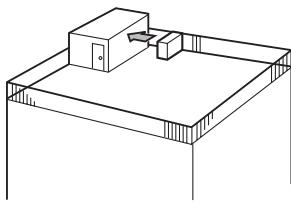

Fig. 2-4
- ① Спрямуйте отвір для виходу повітря до найближчої доступної стіни, яка розташована на відстані приблизно 50 см. (Fig. 2-4)